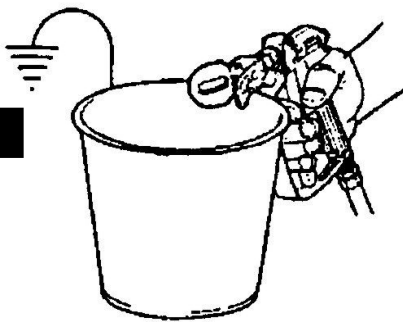

Рис. 14 Как выглядит пистолет перед его чисткой в растворителе
6. Вынув сопло и поставив агрегат на режим возврата, направить пистолет в контейнер с краской, держа нажатой спусковую ручку до тех пор, пока не прекратится поток краски и не начнет поступать растворитель. Направить пистолет в контейнер с растворителем и прогнать в течение 2 минут. Для снижения побочного разбрызгивания направить струю в дальний угол контейнера, держа ее над уровнем жидкости (либо погрузить сопло в растворитель). Отпустить спусковую ручку. Направить пистолет в пустой контейнер и прогнать по крайней мере 3 л растворителя (См. Рис.14).